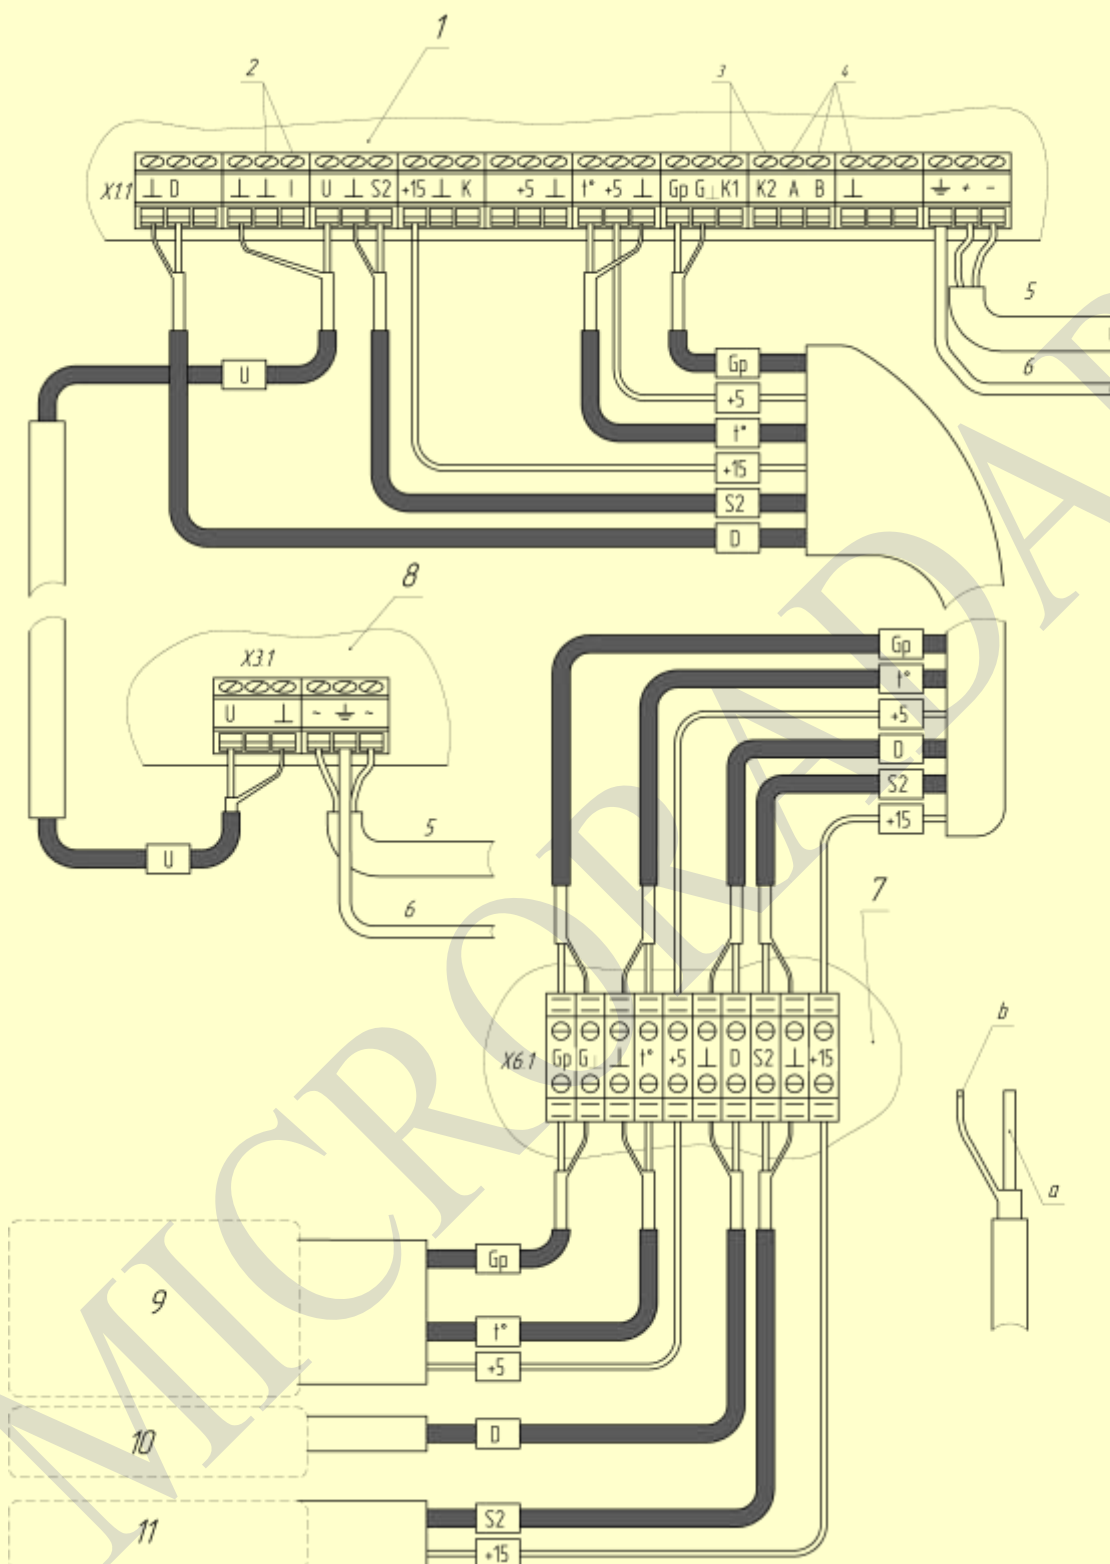

Рис. 6.4. Соединение блоков влагомера
Соединение блоков производится согласно схеме электрической соединений (см. приложение 2) и Рис. 6.4, 6.5.
**7.2.1.** Отключите от клеммной колодки клеммной коробки (Х6.1 Рис. 6.4) провод питания генератора (маркировка «Gr»). Включите питание влагомера и переключите влагомер на градуировку №9 (последовательно нажмите кнопки «ВыБ», «9» и «ВВОД»).
Удлинённый кабель включается на место штатного между клеммной коробкой (Х6.1 Рис. 6.4) и клеммной колодкой блока управления и контроля (Х1.1 Рис. 6.4). Подсоединение кабеля выполняется в соответствии с п. 6.3 настоящей инструкции.